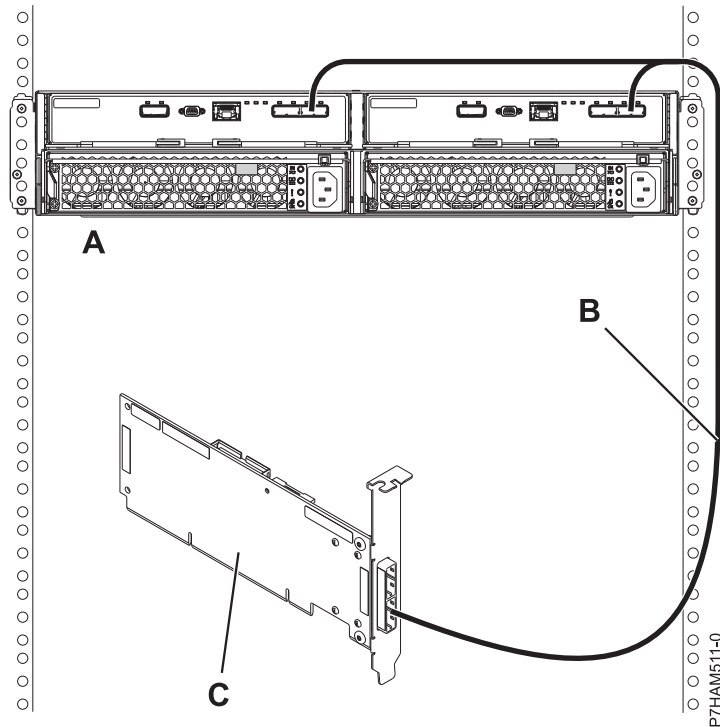

図 35. 単一 SAS アダプターへの YO ケーブルを使用した、1 台の 5887 ディスク・ドライブ・エンクロージャーのモード 1 接続
9. 86 ページの図 35 に示すように、単一 SAS アダプター (C) への YO ケーブル (B) を使用した、1 台の 5887 ディスク・ドライブ・エンクロージャー (A) のモード 1 接続を行います。